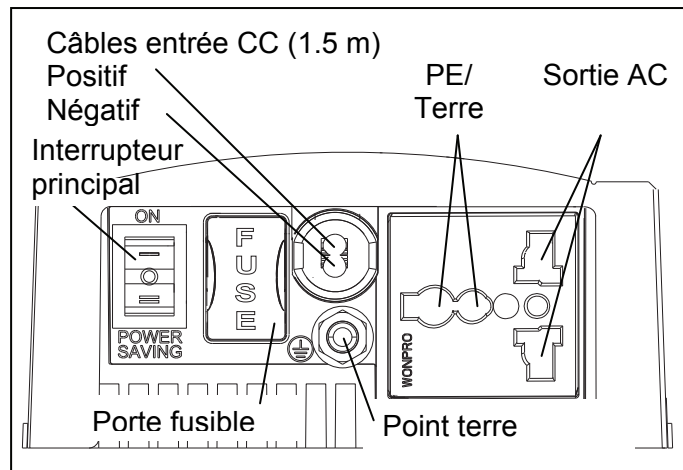

Figure 7: Aperçu des connexions
- Châssis terre: Utiliser un câble AWG8 / 6 mm² pour connecter le point terre (figure 7) à la terre centrale.
Le connecteur neutre N de la sortie CA (figure 7) n'est PAS connecté au point terre!
3. Tension CA: la charge peut être connectée à la sortie CA directement (figure 7).